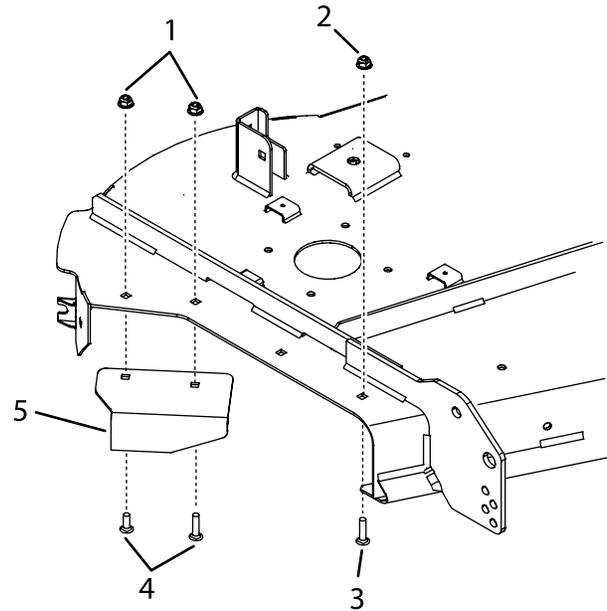

Figure 23
2. Posez le déflecteur existant au moyen des boulons et écrous après avoir déposé la plaque (Figure 23).
3. Insérez un boulon de carrosserie et un écrou à embase dans le trou avant, comme montré à la Figure 23.